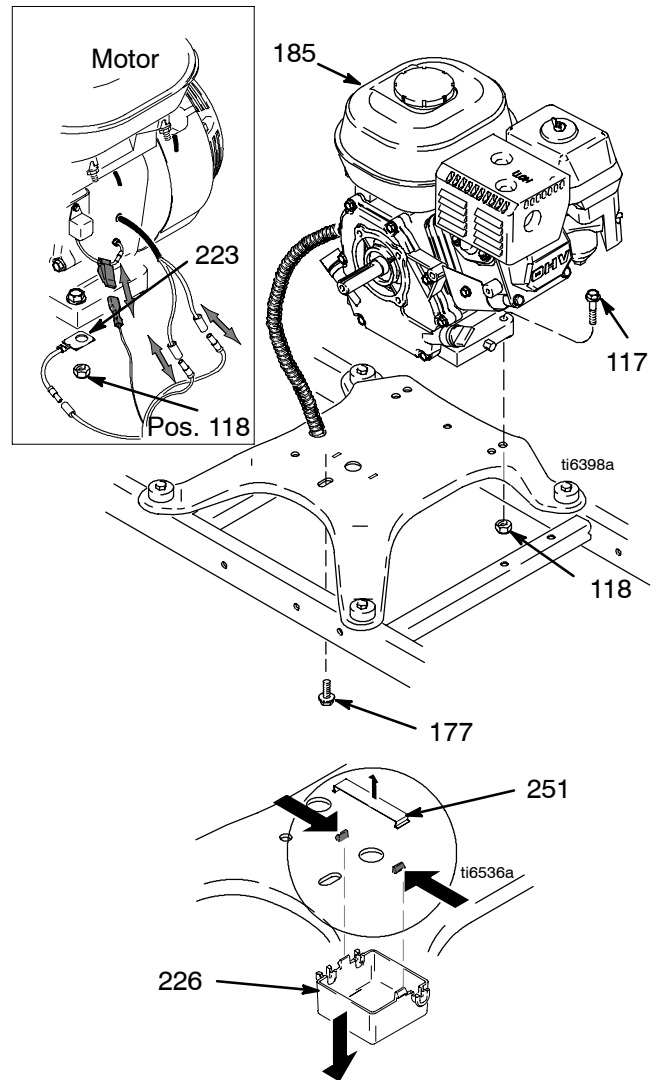

Abb. 12
2. Abb. 12. Klemme (251) und Verteilerkasten (226) entfernen.
13. Abb. 12. Verteilerkasten (226) mit Klemme (251) anbringen.
4. Abb. 12. Schraube (177) entfernen. Zwei Schrauben (117), Sicherungsmuttern (118) und Erdungsleiter (230, 260) von der Motorbasis (185) entfernen.
2. Abb. 12. Zwei Schrauben (117) und Erdungsleiter (223, 260) in der Motorbasis anbringen und mit Sicherungsmuttern (118) sichern. Mit 20 bis 30 ft-lb festziehen.